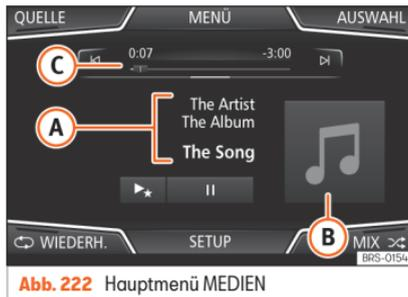

Abb. 222 Hauptmenü MEDIEN
- Drücken Sie die Infotainment-Taste / **MENU** und wählen Sie anschließend **Medien**, um das Hauptmenü **MEDIEN** zu öffnen **»» Abb. 222**.
Die derzeit gespielte Medienquelle wird beim Drücken der Funktionsfläche **QUELLE** **»» Abb. 222** im Pull-down-Menü angezeigt.